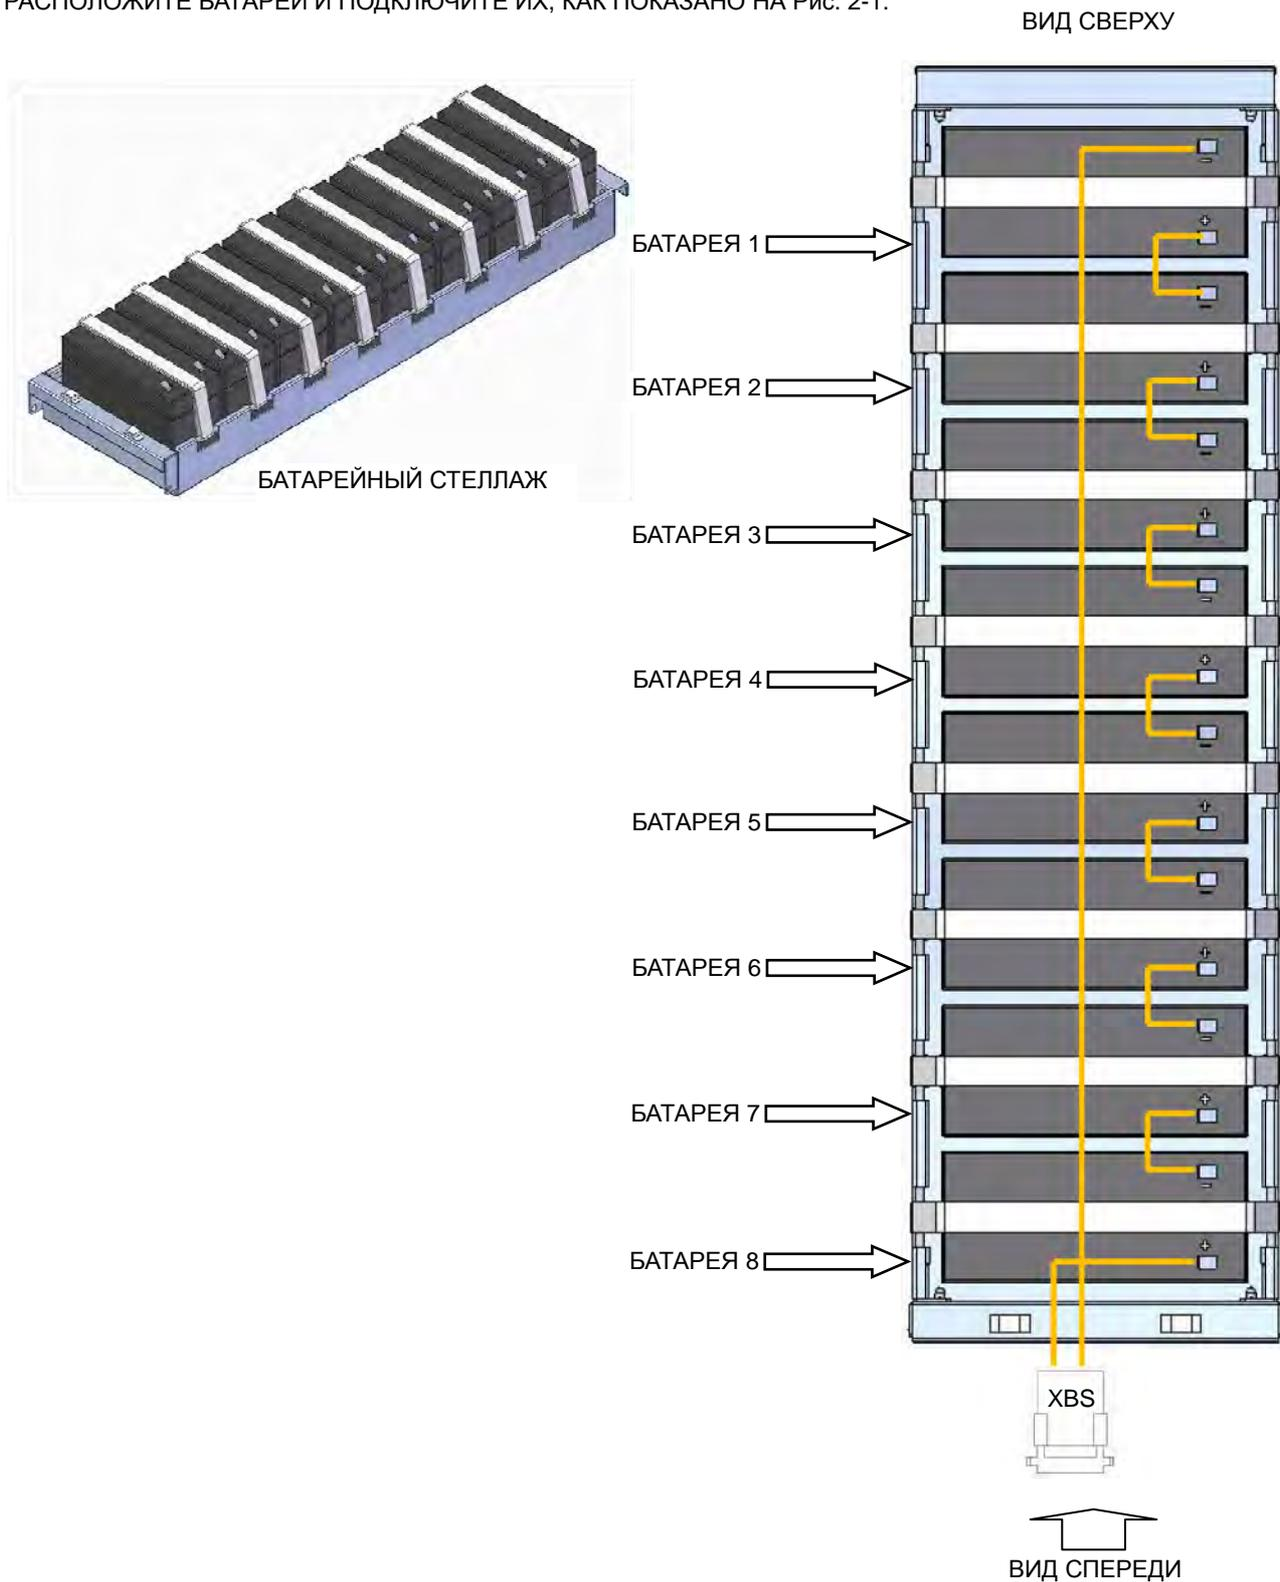
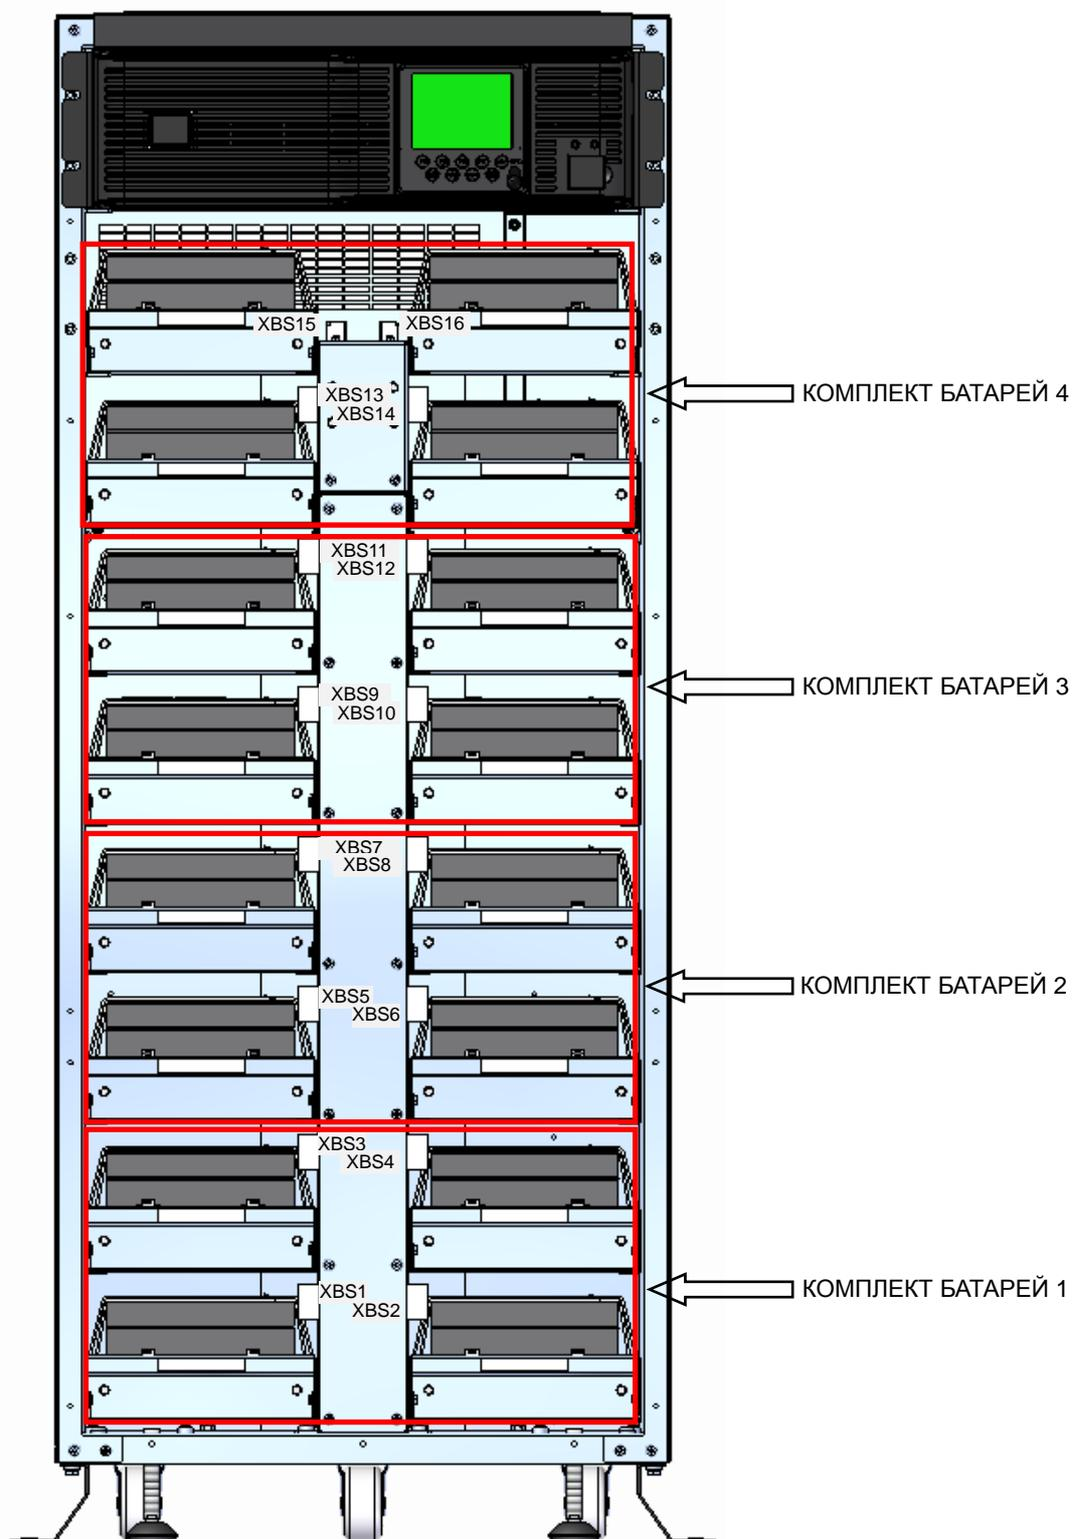

Рис. 2-1 Подключение кабелей внутренних батарей
Рис. 2-2 Подключение кабелей внутренних батарей
9. Схемы подключения кабелей внутренних батарей см. на Рис. 2-1 и Рис. 2-2. Сведения о подключении кабелей для внешних батарей см. в руководстве по установке батарей (Battery Installation Manual).
РАСПОЛОЖИТЕ БАТАРЕИ И ПОДКЛЮЧИТЕ ИХ, КАК ПОКАЗАНО НА Рис. 2-1.
ПОДКЛЮЧИТЕ КАБЕЛИ БАТАРЕЙ, КАК ПОКАЗАНО НА Рис. 2-2.